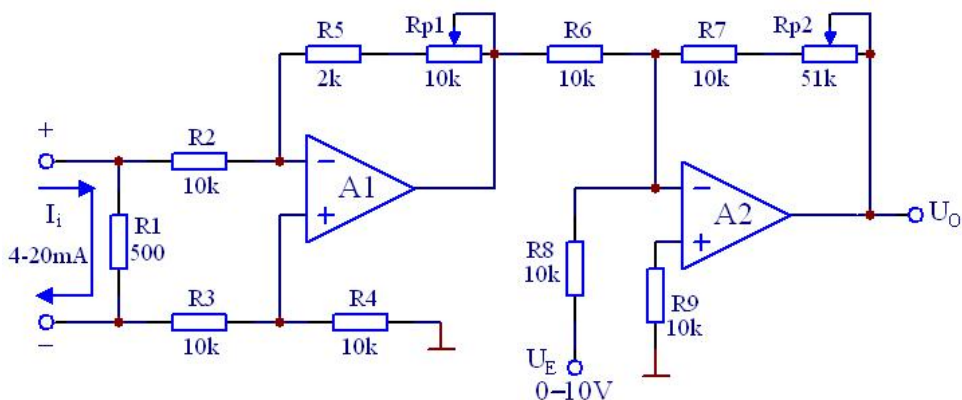

图 18
参考电路见图 18
2. 分析图 18 电路的工作原理，根据实验箱面板图中元器件参数选择图中元器件参数。
2. 参照图 18，按预习 2 设计图接线，并调试。